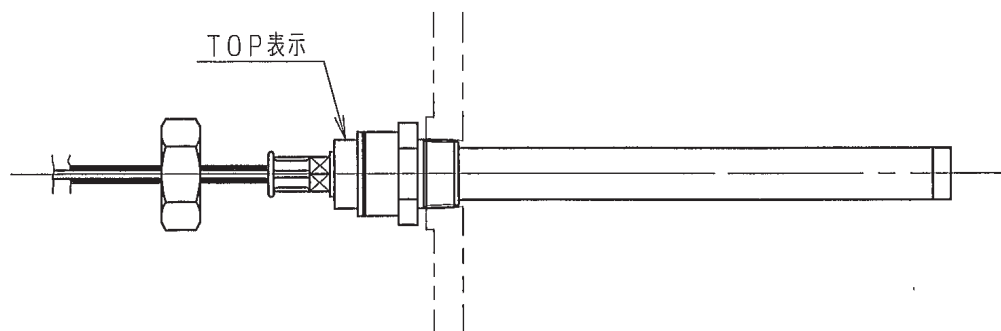

図 2 感熱筒
の表示が上になるようにしてください(図 2 参照)。
- 3.8 感熱筒 (19)・(22) の取付姿勢は水平か、あるいは先端が下向きになるようにし、必ずねじ込み継手部の「 TOP 」の表示が上になるようにしてください ( 図 2 参照 ) 。